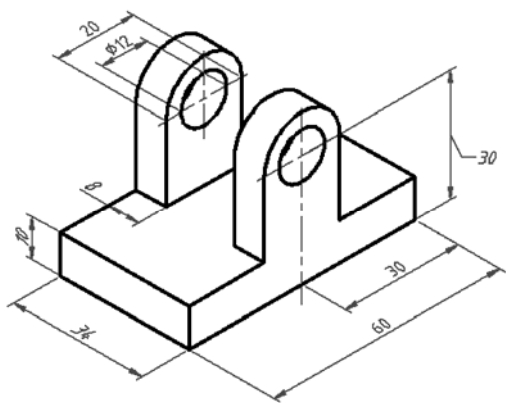

图 10-51 练习题完成的等轴测图
(7) 按照图 10-51 所示的尺寸和参考等轴测图进行等轴测图上机实操。